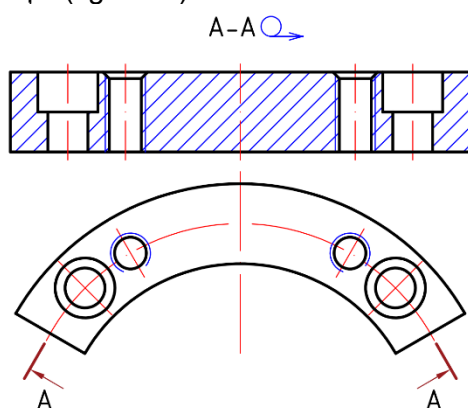

Fig. 9.12. Secțiune cilindrică
- **secțiuni cilindrice**, dacă suprafața de secționare este cilindrică iar secțiunea este desfășurată pe unul din planele de proiecție (fig. 9.12).